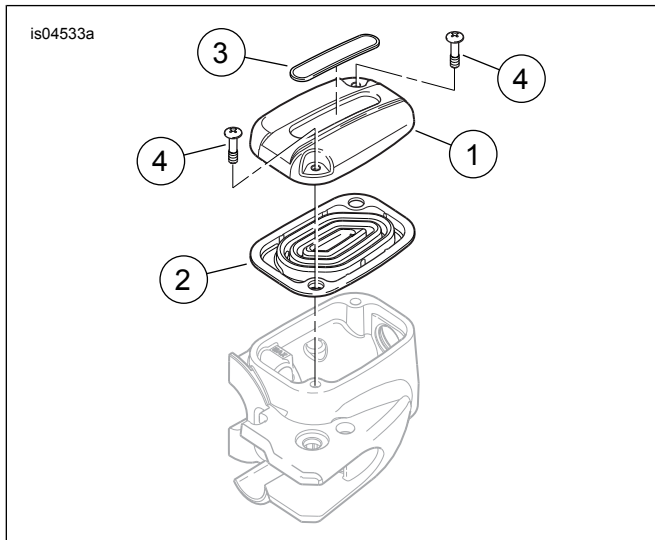

Abbildung 1. Ersatzteile, Satz für Hauptbremszylinderabdeckung
Siehe Abbildung 1 und Tabelle 1.
- Siehe Abbildung 1. Ein Ende des Hauptbremszylinderdeckels ist dünner als das andere. Den Deckel (mit zusammengedrückter Dichtung) am Hauptbremszylinderbehälter einbauen. Das dünnere Ende über dem Bremsleitungsanschluss positionieren. Die Abdeckung und die Dichtung mit den zwei unverlierbaren Kreuzschlitzschrauben am Behälter befestigen. Die Schrauben anziehen auf 0,8–1,2 N·m (7–11 in-lbs).